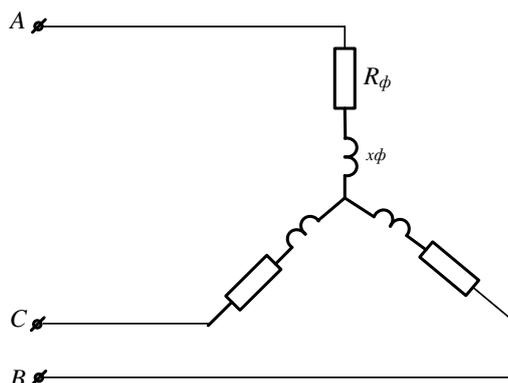

Рисунок 49
**Задача 59.** В схеме (рис.49)  $U_\ell = 127\text{В}$   $R_A = R_B = R_C = 4\text{Ом}$ .  $X_A = X_B = X_C = 6\text{Ом}$ .